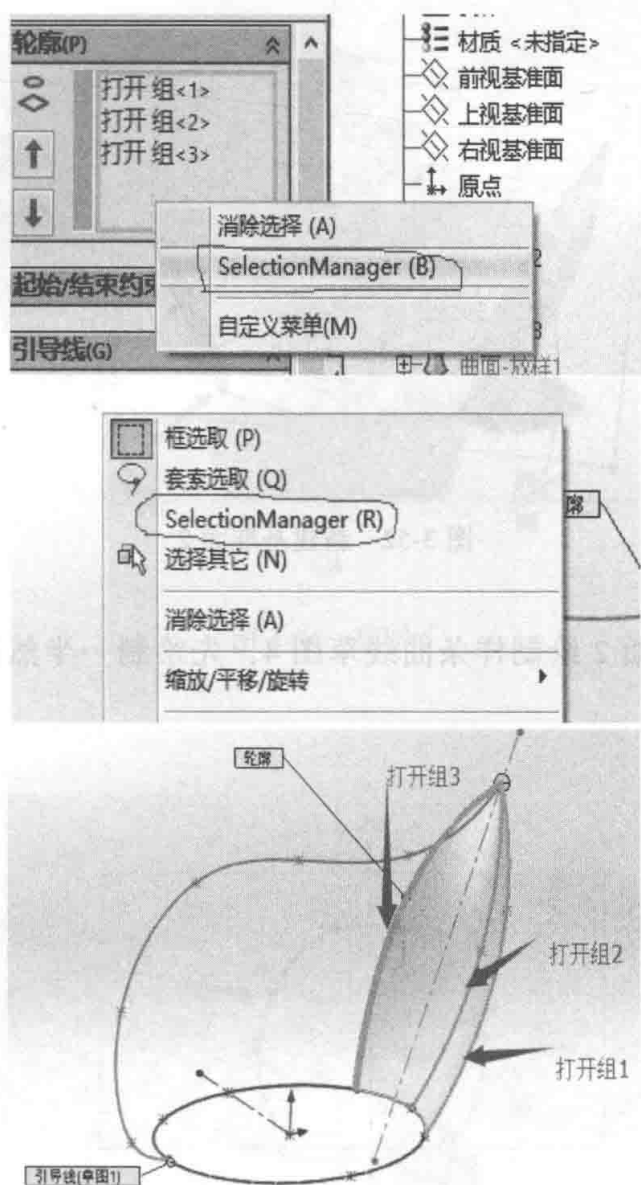

图 3-50 三个开环轮廓
(1) 选择“曲面→放样曲面”或者“插入→曲面→放样曲面”，通过在绘图区空白处或选择空白处鼠标右击选择“SelectionManager”，然后在放样曲面的“轮廓”处分别选入 3 个开环轮廓，如图 3-50 所示。